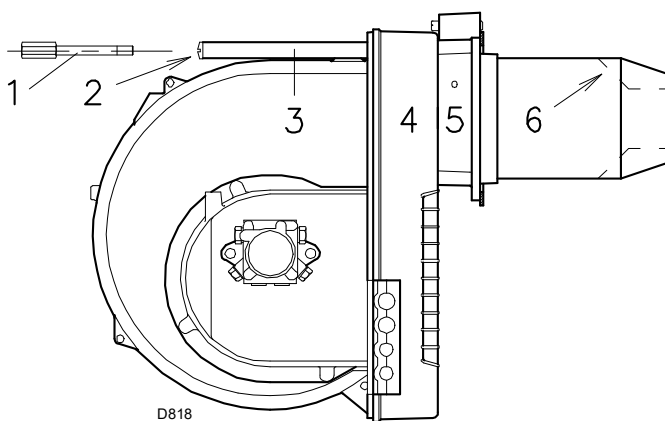

Fig. 13
- Por último, volver a montar el quemador 4)(Fig. 13) sobre las guías 3), desplazándolo hasta la brida 5), manteniéndolo ligeramente levantado para evitar que el grupo estabilizador de llama toque las aletas de guía 6) del tubo llama.6
- Apretar los tornillos 2)(Fig. 13) de las guías 3) y el tornillo 1) que fija el quemador a la brida.